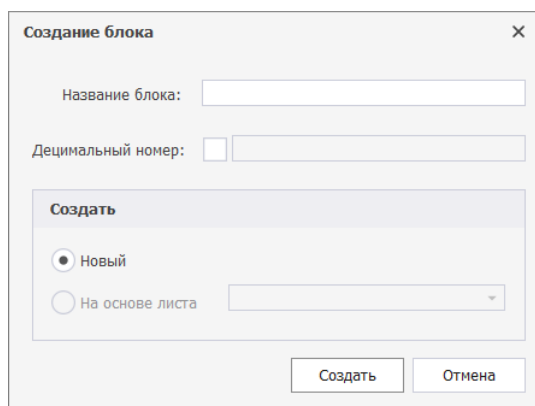

Рис. 23 Окно «Создание блока»
2. В окне «Создание блока» введите название и при необходимости установите флаг в поле «Децимальный номер» после чего введите децимальный номер, Рис. 23.